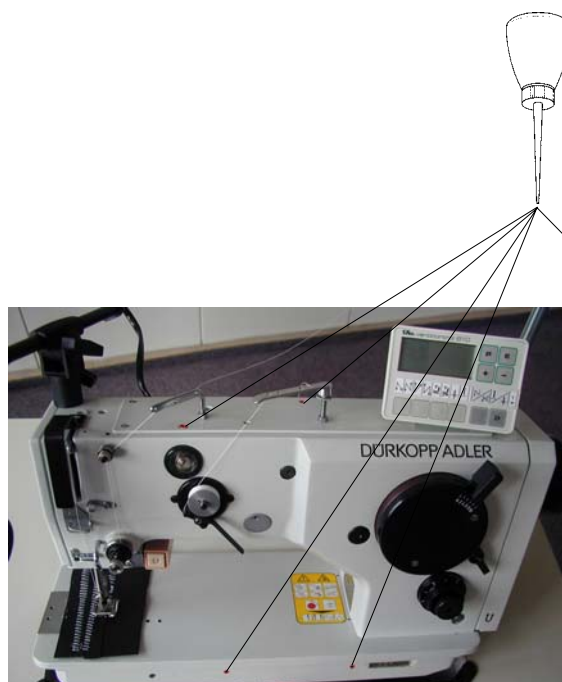

Fig. 12
Pour graisser la machine, utiliser l'huile Esso SP-NK 10 ou une autre huile de la même qualité (viscosité à 40°C: 10 mm2/s, point d'inflammation 150°C). Chaque jour, avant de commencer la couture, goutter l'huile dans les trous marqués sur la machine en couleur rouge (Fig. 12, 13). Contrôler surtout le niveau d'huile dans l'indicateur d'huile (1) pour graisser le crochet. Compléter l'huile par le trou (2) au-dessus de l'indicateur d'huile uniquement dans le cas où le niveau d'huile descend considérablement au-dessous du milieu de l'indicateur d'huile.